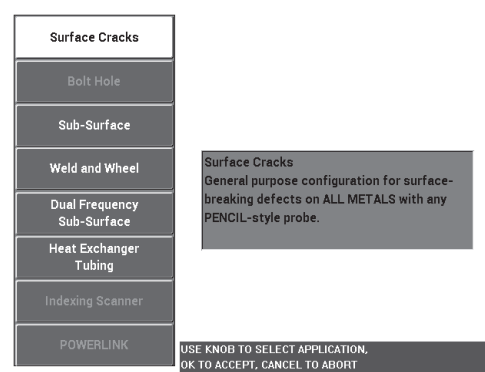

Abbildung 5-90 Anwendung für Risse an Oberflächen
2. Drücken Sie die Menütaste ADV SETUP () und drücken Sie die Funktionstaste A, um **ANW WÄHLEN** auszuwählen und das Anwendungsmenü anzuzeigen. Wählen Sie mit dem Drehknopf **Risse an Oberflächen** aus und drücken Sie dann die Bestätigungstaste () [siehe Abbildung 5-90 auf Seite 206].